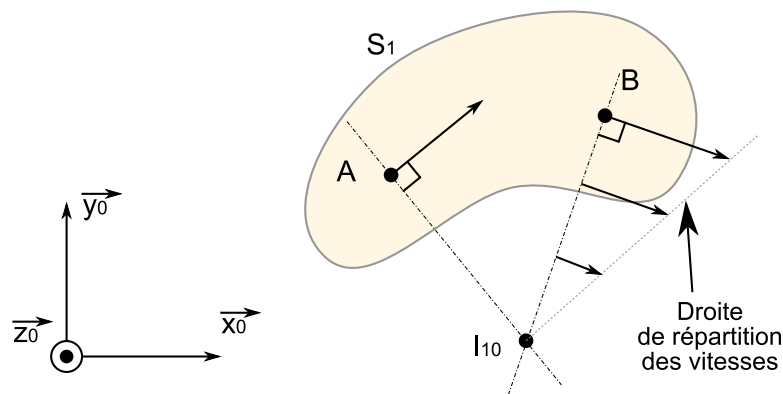

FIGURE 2 – Orthogonalité entre les vitesses et le “rayon au CIR”.
- Soit  $S_1$ , un solide en mouvement dans un repère  $R_0$ , et ayant pour CIR " $I_{10}$ ". Alors, pour tout  $P \in S_1$ , on a (fig.2) :